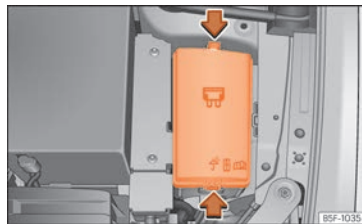

Abb. 52 Im Motorraum: Abdeckung des Sicherungskastens.
- Drücken Sie die Verriegelungslaschen, um die Abdeckung des Sicherungskastens zu entriegeln » **Abb. 52**.